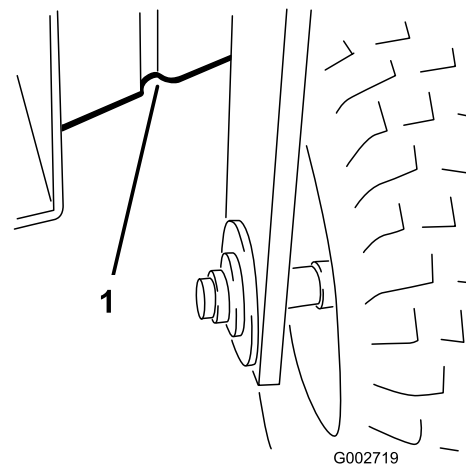

Figura 19
- Anteriori – sotto il telaio, dietro la ruota anteriore (Figura 19).